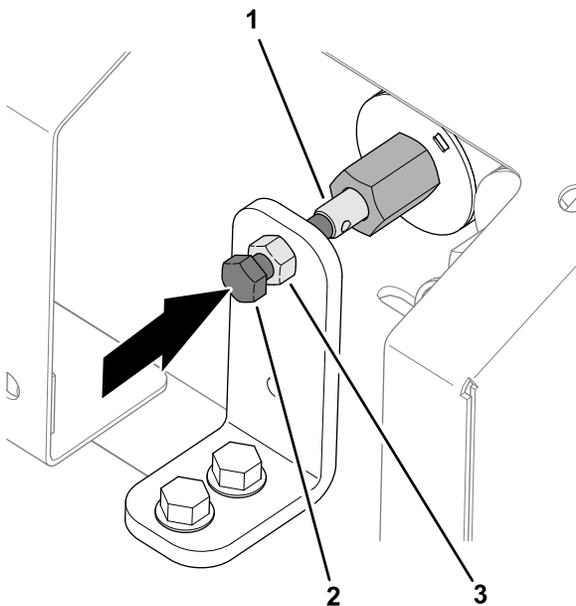

図 35
1. 手動優先ブラケットのジャムナットをゆるめる **図 35**。
2. 優先バルブの六角ヘッドねじを右に回すとフロア速度が増大する **図 35**。